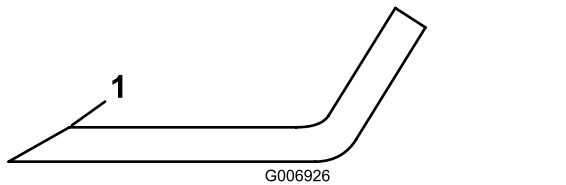

Bild 75
4. Untersuchen Sie die Schnittkanten aller Messer. Wenn sie stumpf sind oder Kerben aufweisen, schärfen Sie nur die Oberseite der Schnittkanten und behalten dabei den ursprünglichen Schnittwinkel bei, um die Schärfe des Messers zu gewährleisten (Bild 75).